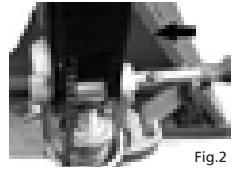

Fig.2
1. Inserte el maneral dentro del pistón de la bomba, luego utilice el martillo para insertar el eje con orificio dentro de la bomba hidráulica y la barra de tiro de derecha a izquierda. (Ver la fig. 2).